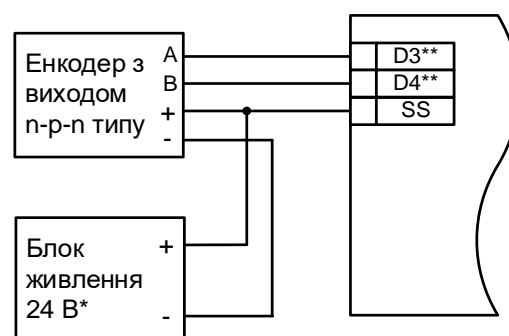

Рисунок 5.10 – Схема підключення еncoderів п-р-п типу
- АВ енкодер типу n-p-n (див. рисунок 5.10).